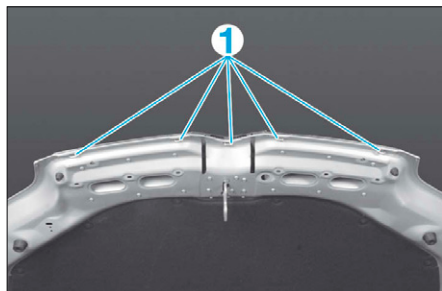
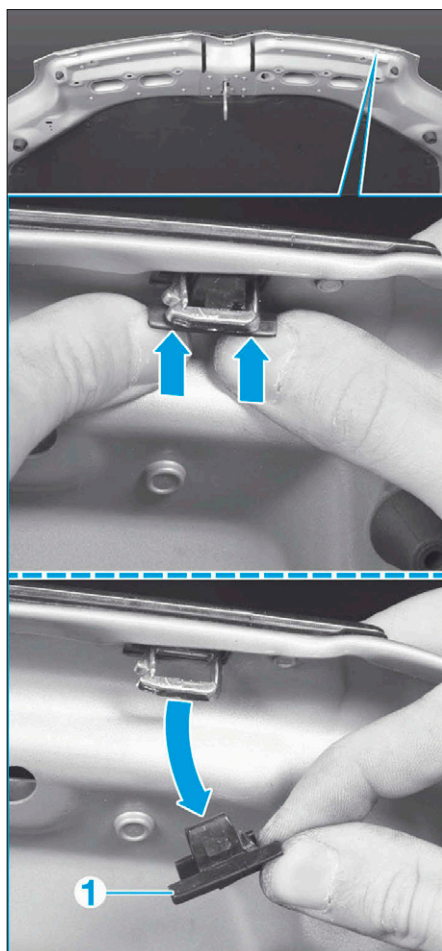

FIG. 1
FIG. 2
- Déposer les agrafes (1) (Fig.1) comme illustré (Fig.2).